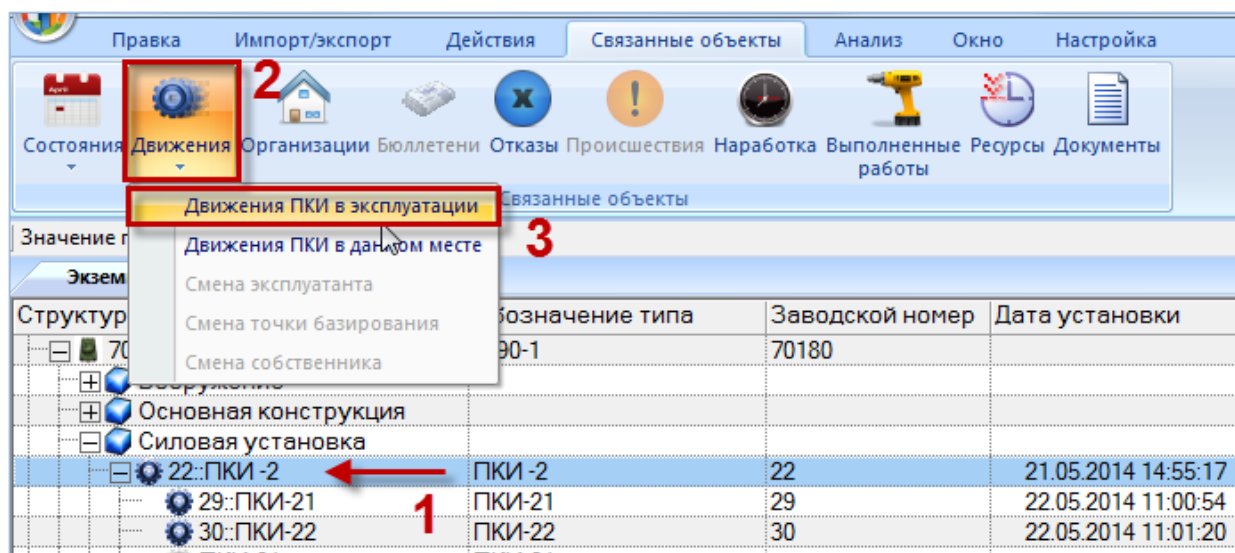

Рис. 23-47 – Открытие окна движений ПКИ в эксплуатации
- 3) Нажать кнопку «Движения» панели «Связанные объекты» и из раскрывшегося списка выбрать пункт «Движения ПКИ в эксплуатации» (рис. 23-47).